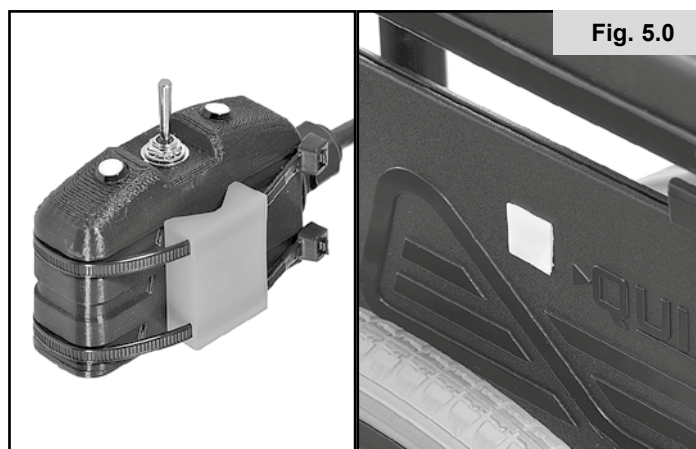

Fig. 5.0
4. Afbryderen kan også monteres på en plan overflade med kabelstrips (fig. 5.0).